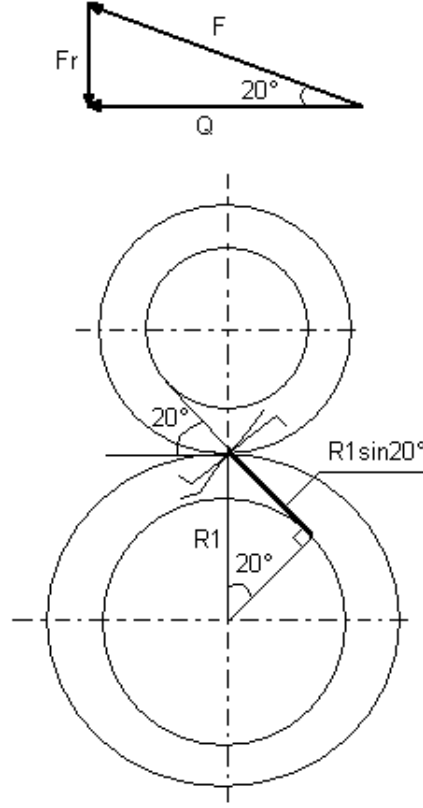

FIGURE 1 – Calcul rayon intérieur d'un dent
La force F , qui est appliquée au niveau du point de contact (figure 1) :
$$r_1 = \frac{d_1}{2} \cdot \sin 20^\circ = \frac{80}{2} \cdot \sin 20^\circ = 13,68 \text{ mm} \text{ (figure 1)} \quad (5)$$
$$r_2 = \frac{d_2}{2} \cdot \sin 20^\circ = \frac{100}{2} \cdot \sin 20^\circ = 17,1 \text{ mm} \text{ (figure 1)} \quad (6)$$